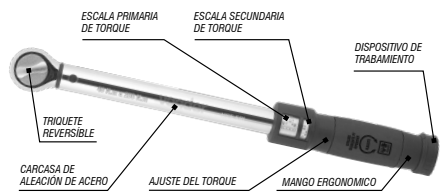

Figura 1 – Componentes de los modelos con encaje 1/4", 3/8" e 1/2"
- Tire el dispositivo de trabamiento (Figura 1) para destrabar el sistema, (ver informaciones en el mango del torquímetro);